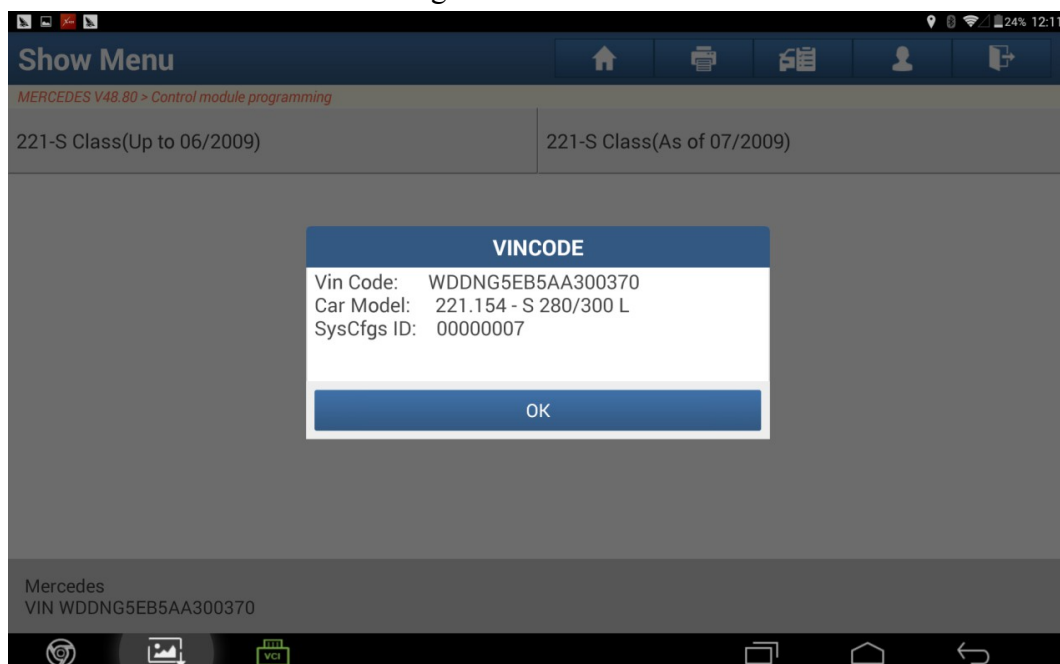

Fig. 5
5. Selezionare "OK", vedere la Fig. 5;